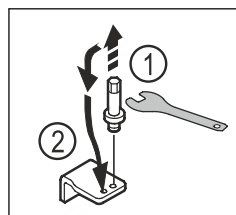

Fig. 20
- ▶ Bolzen des unteren Lagerbocks mit Außensechskantschlüssel SW5 herausdrehen. Fig. 20 (1)
- ▶ Bolzen auf der Gegenseite einsetzen. *Fig. 20 (2)*